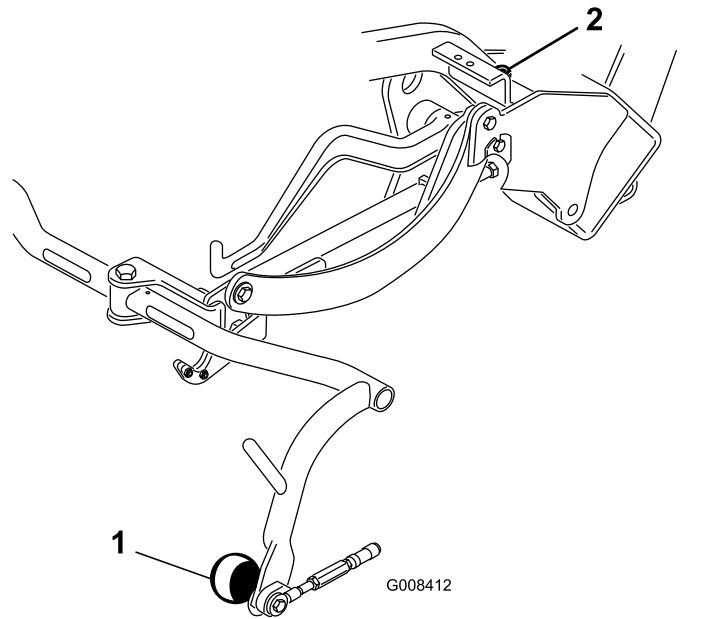

図 9
- すき間の調整が必要な場合には、キャリアフレームのストップねじ図 9についているジャムナットをゆるめ、ストップねじの高さを変えてキャリアフレームの高さを調整する。ジャムナットを締めて調整を固定する。